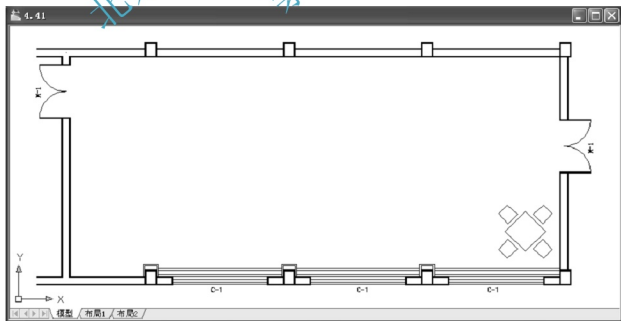

图 4.44 放置四人餐桌
(10) 参照附图 2 餐厅平面布置图, 将桌子和凳子放到餐厅的右下角处, 结果如图 4.44 所示。